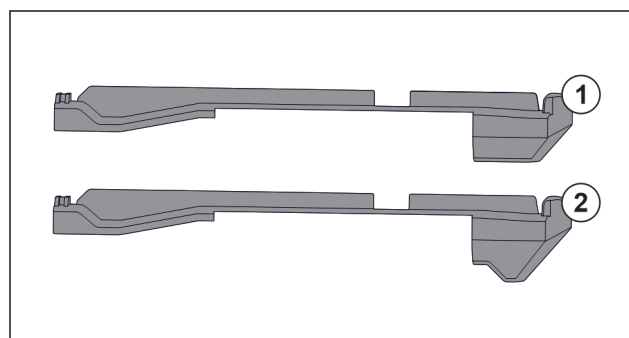

Fig. 217 Vergleich der Aufsteckteile
Im Gerät befinden sich zwei unterschiedliche Aufsteckteile. Das Aufsteckteil über dem untersten Schubfach Fig. 217 (2) hat eine dreieckige Kante. Alle anderen Aufsteckteile Fig. 217 (1) haben eine gerade Kante.
- Aufsteckteil Fig. 217 (2) mit der dreieckigen Kante über dem untersten Schubfach anbringen.
- Aufsteckteil Fig. 217 (1) mit der geraden Kante an allen anderen Stellen anbringen.